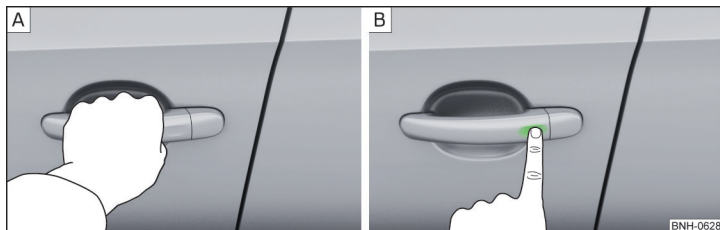

Abb. 44 Fahrzeug entriegeln / Fahrzeug verriegeln
- Den Türgriff greifen, um das Fahrzeug zu **entriegeln** » Abb. 44 - [A].
- Den Sensor am Türgriff mit dem Finger berühren, um das Fahrzeug zu **verriegeln** » Abb. 44 - [B].